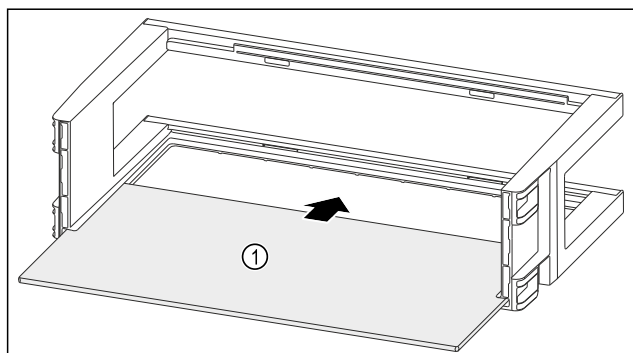

Fig. 93
- Wsunąć półkę Fig. 93 (1) w boczne wycięcia.